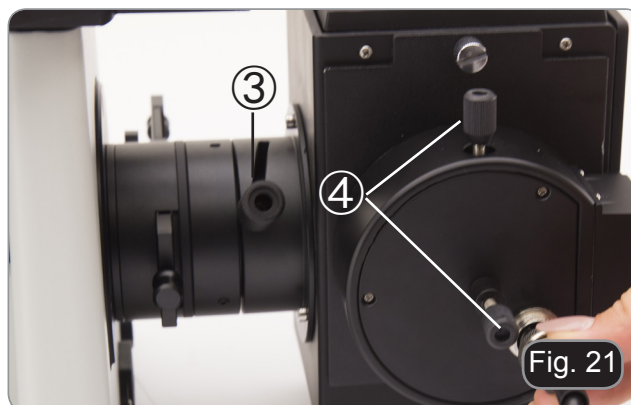

Fig. 21
2. Coloque um pedaço de papel na platina, desaparafuse ligeiramente o anel serrilhado da alavanca de ajuste do foco ③ no alojamento da lâmpada e rode-o no sentido anti-horário até que o filamento da lâmpada esteja focado no papel. (Fig. 21)
3. Gire os parafusos de centralização ④ no lado direito do alojamento da lâmpada para trazer o filamento da lâmpada para o centro do campo de visão.
4. Quando terminar, gire a alavanca de ajuste de foco ③ totalmente no sentido horário e aperte o anel recartilhado para fixar a alavanca no lugar.